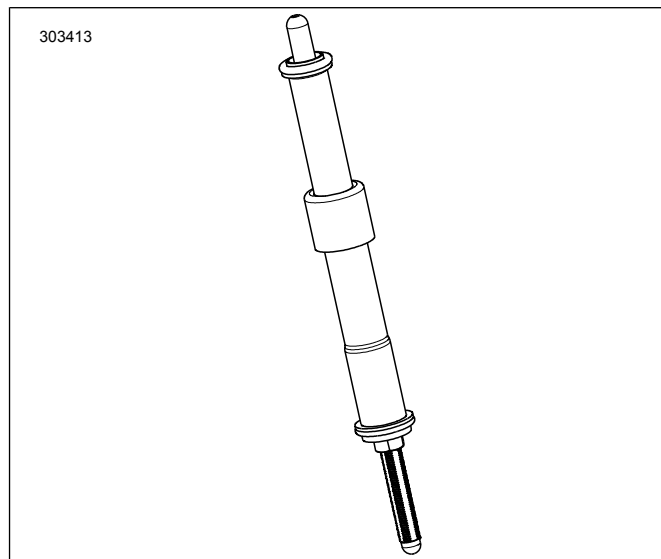

Figura 2. Varilla de empuje instalada en la cubierta de la varilla de empuje
7. Consulte la Figura 2. Instale las varillas de empuje de admisión en las cubiertas de la varilla de empuje. Reemplace los o-rings, la cubierta inferior de la varilla de empuje y el fijador de la cubierta del resorte con los componentes nuevos suministrados en el kit. Asegúrese de que el extremo ajustador de la varilla de empuje esté hacia abajo.